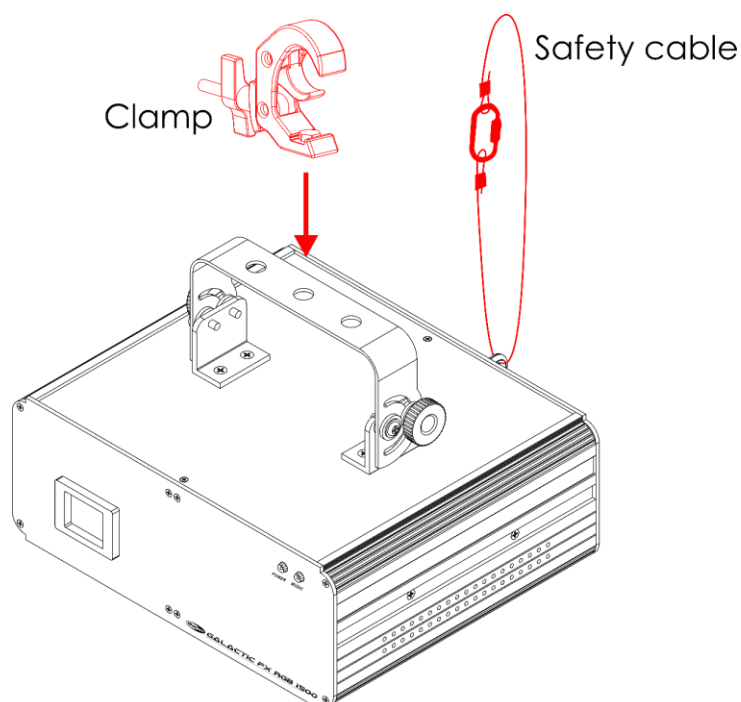

Fig. 09
- 01) Utilizzare un morsetto per fissare il dispositivo alla struttura di supporto, come mostrato nella Fig. 09. Accertarsi che il dispositivo non possa muoversi liberamente.
- 02) Fissare il dispositivo con una sospensione secondaria, ad esempio un cavo di sicurezza. Accertarsi che la sospensione secondaria sia in grado di sostenere 10 volte il peso del dispositivo. Ove possibile, la sospensione secondaria dovrebbe essere fissata a una struttura di supporto indipendente dalla sospensione primaria. Far passare il cavo di sicurezza nell'**occhiello di sicurezza (19)**, come indicato nella Fig. 09.